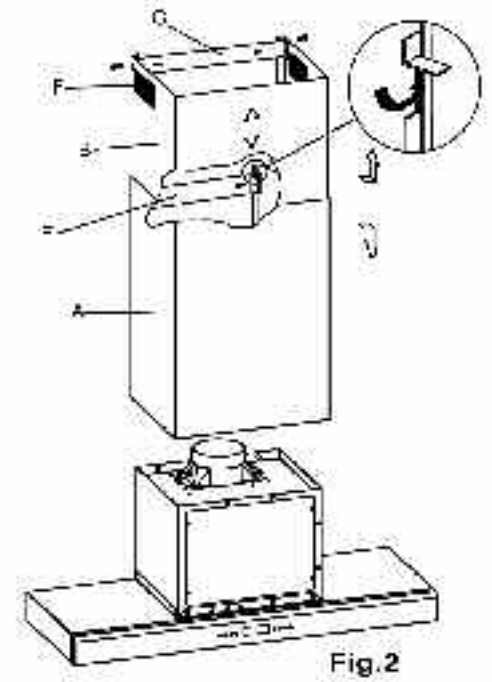
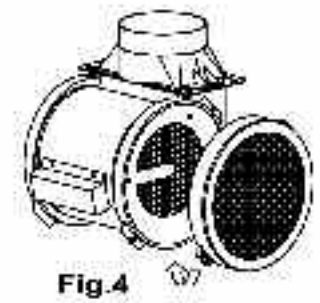

Fig. 2
Fig. 4
En este caso la circulación del aire se realiza a través de la apertura F (Fig. 2). Para que la campana funcione como depurador filtrante, es indispensable el uso de dos filtros de carbón activo, que se suministran como accesorio aparte. Los filtros de carbón activo deben ser sustituidos periódicamente para su correcto funcionamiento, al menos cada tres meses (según la frecuencia de utilización de la campana). (Fig. 4).
– Marcar en la pared la posición del soporte E (Fig. 2), según cotas y especificaciones de la plantilla adjunta.
– Colocar el tubo A (Fig. 2), con la parte telescópica B deslizada en su interior.
Neste caso, a circulação do ar realiza-se através da abertura F (Fig. 2). Para que a campana funcione como depurador filtrante, é indispensável o uso de filtros de carvão activo, que são fornecidos como acessório aparte. Os filtros de carvão activo devem ser substituídos periodicamente para o seu funcionamento correcto, pelo menos de três em três meses (segundo a frequência de utilização da campana). (Fig. 4).